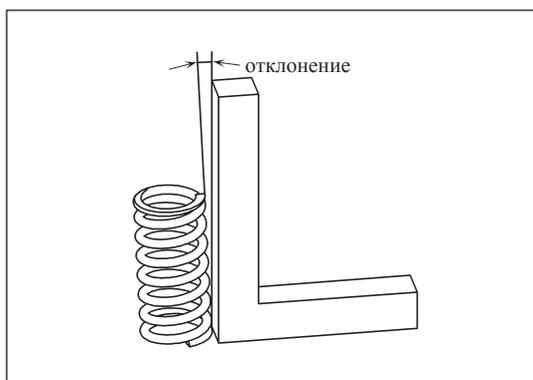

Рис. 12-3-22. Измерение перпендикулярности пружины клапана
(7) Проверка пружины клапана
- а) При помощи стальной поверочной линейки измерить перпендикулярность пружины клапана, как изображено на рис. 12-3-22.